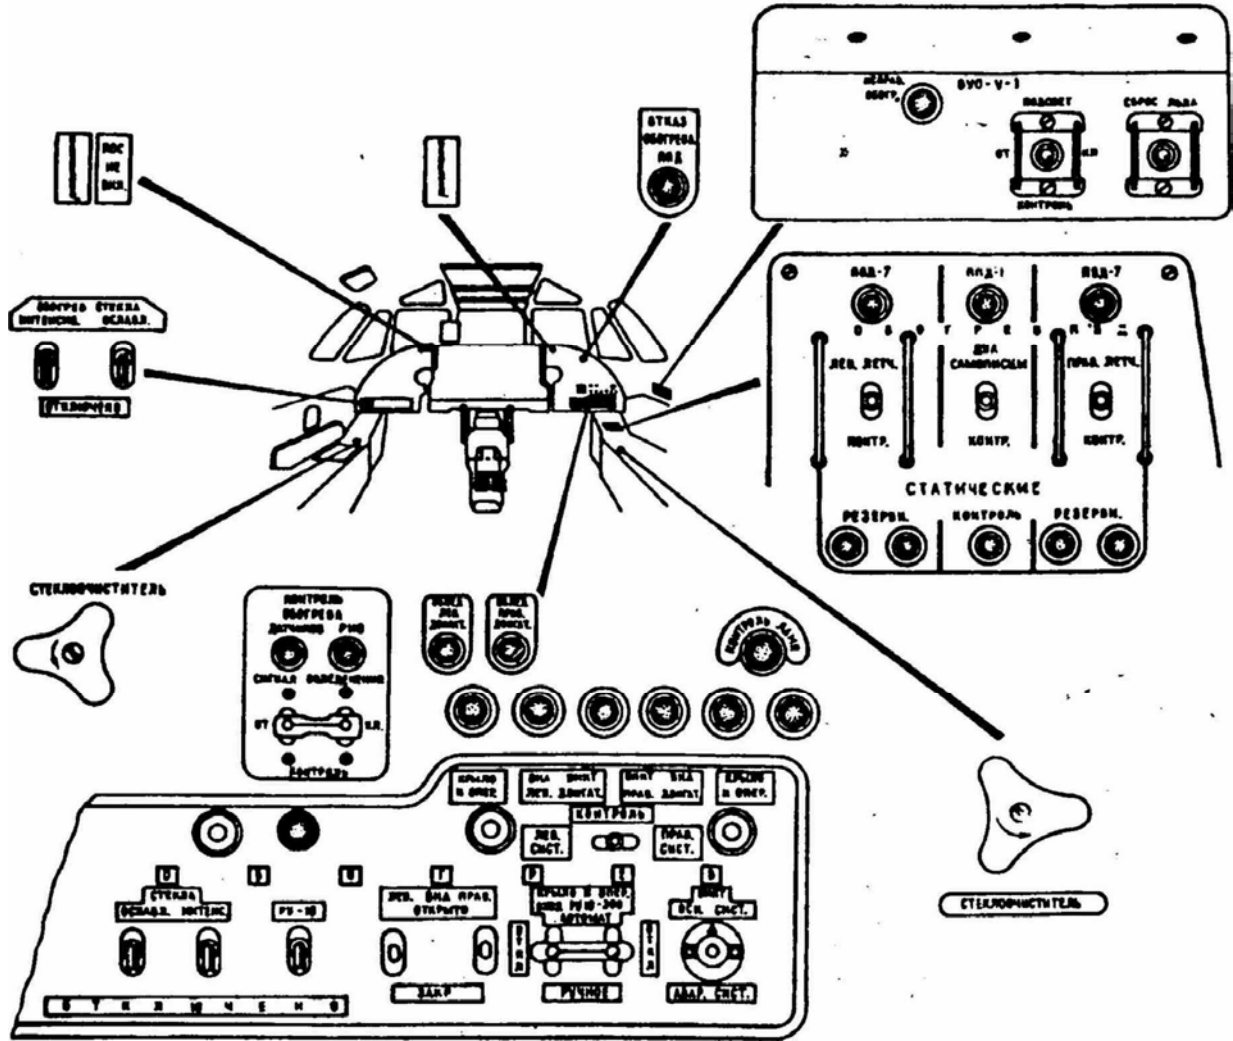

Рис. 7.20. Органы управления и контроля ПОС
- установите переключатель «ВИНТ» в положение «ОСН. СИСТ» на 5—10 с (рис. 7.20);